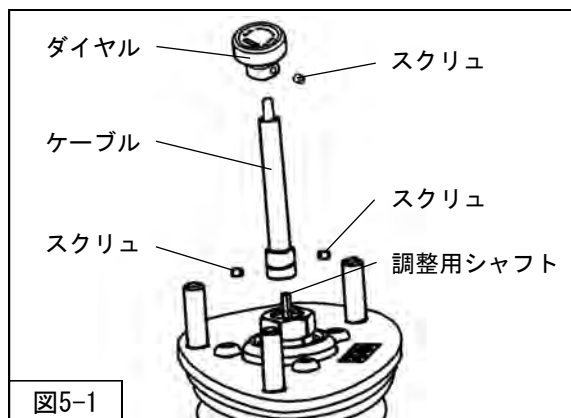

図5-1
1. リアサスペンションASSY先端の調整用シャフトにケーブルを取付けてください。(図5-1)
スクリュの締付けは六角レンチ(1.5mm・同梱品)を使用してください。(図5-1)
ケーブルにダイヤルを固定してください。(図5-1)